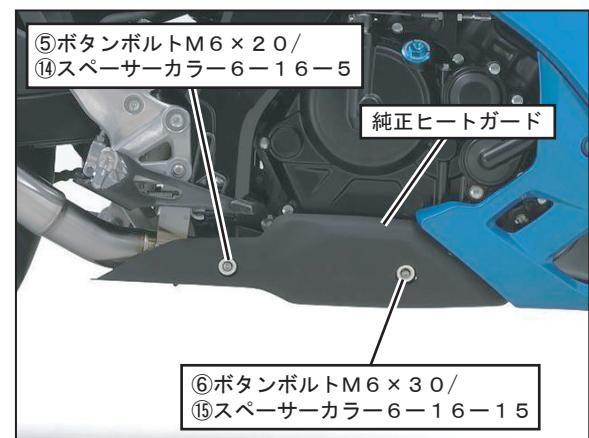

FIG. 17
16. ヒートガードをサイドカウルに合わせて位置を調整し、仮締めしたボルト、バンドを規定トルクで締め付けて下さい。 (FIG. 17 参照)